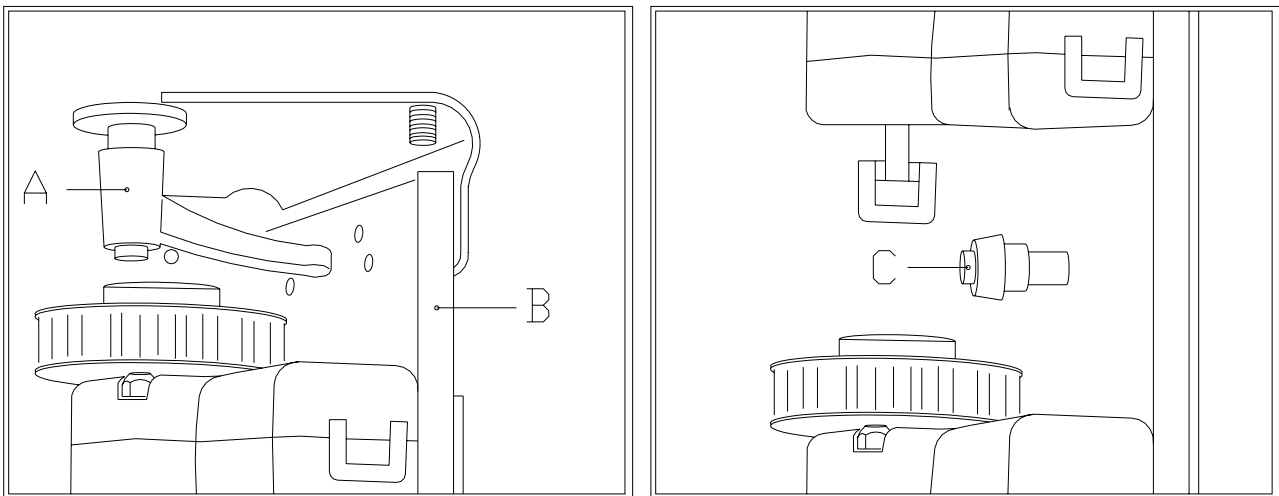
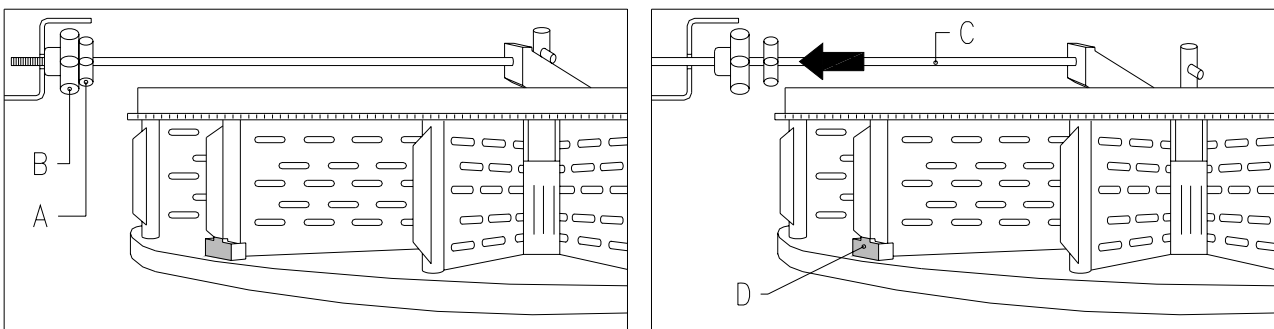

FIG. 6
FIG. 7
## 8.1 RIMOZIONE DISCHI FIG. 6 - FIG. 7
- Allentare le maniglie a ripresa pos. A FIG. 6, sia sopra che sotto. Inoltre, si devono allentare i 3 prigionieri pos. C FIG. 6, che si trovano lungo il montante dei motorini ad intervalli regolari, quindi spostare il gruppo motorini pos. B FIG. 6 in modo che gli ingranaggi si sgancino;
- Sganciare il tirante di bloccaggio della colonna e rimuoverlo come visibile in FIG. 7 (allentando prima il volantino A, poi quello B, quindi spingere verso l'esterno l'asta C);
- Avvicinare il gruppo motorini verificando che tutti gli ingranaggi siano correttamente ingranati, questa operazione è facilitata agendo sui 3 prigionieri (pos. C FIG. 6), quindi serrare la due maniglie a ripresa, sia sopra che sotto.